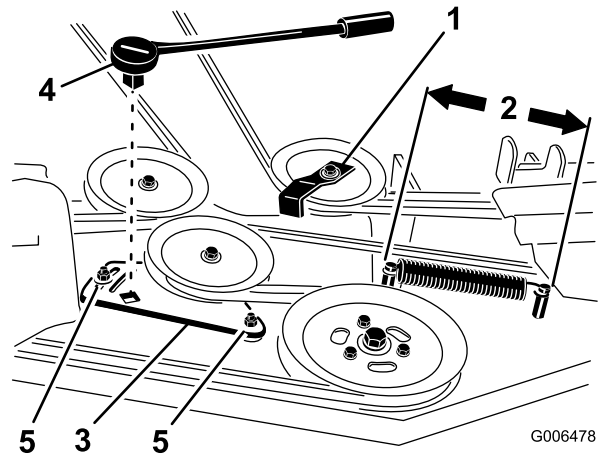

Figura 84
6. Para cortacéspedes de 183 cm, afloje los pernos que sujetan la chapa de la polea tensora (Figura 84).
8. Retire la guía de la correa de la polea tensora a resorte, según se muestra en Figura 82 y Figura 84.
11. Instale la guía de la correa en la polea tensora a resorte con un ángulo de 45 grados, como se muestra en Figura 82 y Figura 84. Apriete el perno a 37–45 N·m.
12. Instale el muelle tensor en los dos postes (Figura 82 y Figura 84).
4. Mida la longitud del muelle (Figura 84). Si la longitud del muelle es de 25,4 cm a 26 cm entre los postes, no se necesita ningún ajuste.
5. Afloje los pernos que sujetan la chapa de la polea tensora (Figura 84).
6. Introduzca una llave de carraca en el taladro cuadrado de la chapa de la polea tensora del cortacésped para ajustar la tensión (Figura 84).
7. Gire la llave de carraca para desplazar la chapa de la polea tensora hasta obtener una distancia de 25,4 cm a 26 cm entre los postes, según se muestra en Figura 84.
8. Manteniendo la tensión de la correa y la longitud del muelle, apriete los pernos que fijan la chapa de la polea tensora (Figura 84).